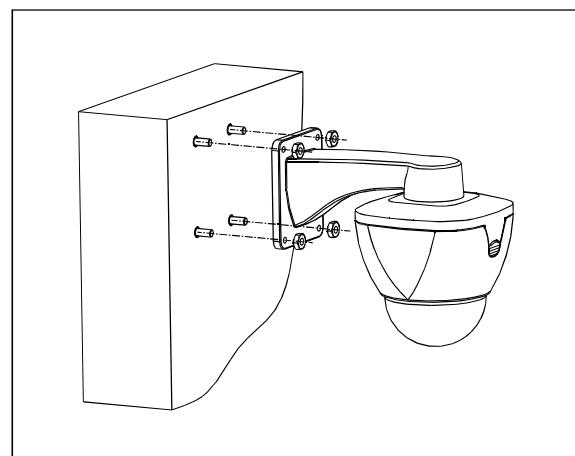

图2.2-3
3、使输出线卡入支架底板出线槽内，将壁挂支架对准墙上的M8螺栓，然后用M8螺母锁紧壁挂支架，如图2.2-3所示